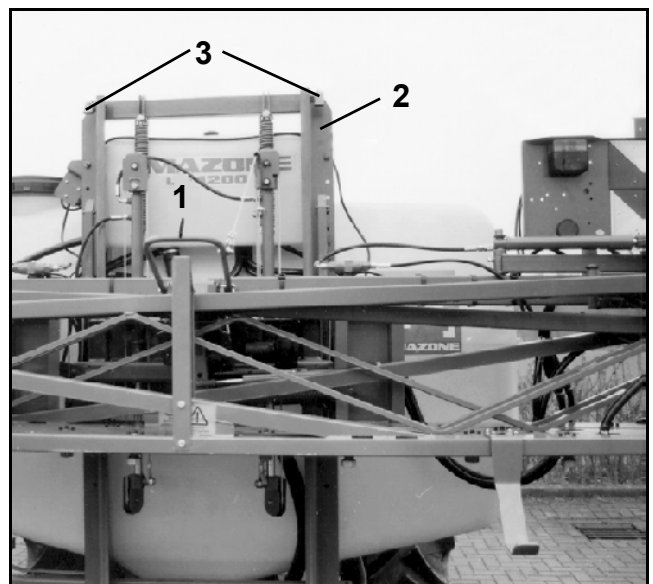

Fig. 8.9
- Levez la rampe encore repliée jusqu'à ce que le verrou de transport (Fig. 8.9/1) se déverrouille (à peu près au 2/3 de la hauteur du bâti support de rampe (Fig. 8.9/2)).
- Déverrouillez l'amortissement tri-directionnel de la position de transport en montant la rampe jusqu'aux butées supérieures (Fig. 8.9/3) (voir au chapitre 8.2.2.3).